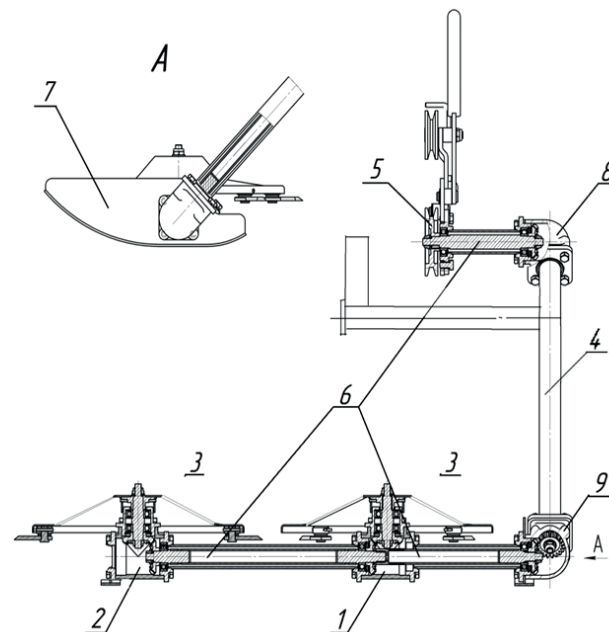
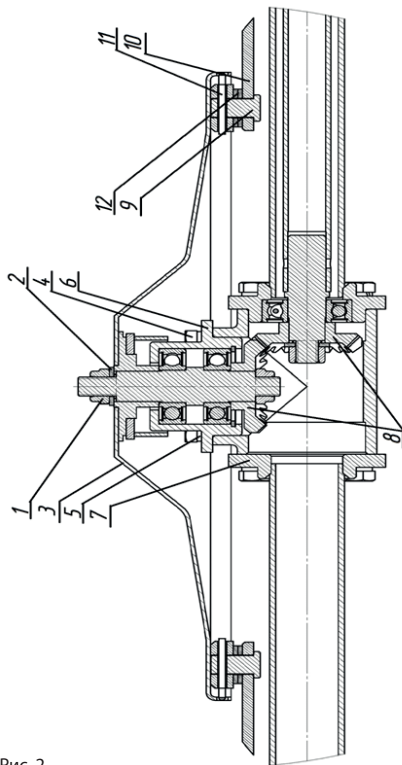

Рис. 1 Косилка роторная
Рис.2 Режущий диск и его привод
Косилка роторная навесная (в дальнейшем по тексту – косилка) представленная на Рис.1 является одним из навесных орудий к мотоблокам бренда «Патриот», предназначена для скашивания как обычной травы, так и грубостебельной травяной растительности, расположенной на малых участках, обочинах дорог, на склонах до 10 °С и пр. Внешний вид косилки может отличаться от представленного в данном руководстве так как в конструкцию постоянно вносятся изменения для улучшения её технических характеристик.
- Общий вид косилки представлен на Рис. 1. Конструкция режущих дисков и редуктора привода дисков представлены на Рис. 2.
- Передача крутящего момента от приводного шкива п.5 (Рис. 1) к режущим ножам установленных на диске, осуществляется с помощью шлицевых торсионных валов п.6 и редукторов п.1, п.2, п.8, п.9.
- После первых 30 мин. работы новой косилки необходимо остановить двигатель мотоблока и проверить крепление деталей п.1; п.2; п.10; п.11, п.12 и п.13 (Рис. 2), а также затяжку крепления деталей косилки. При необходимости подтянуть и закончить.
- Для заполнения редукторов привода первого и второго режущих дисков п.1 и п.2 (Рис. 1) необходимо расконтрить и отвернуть гайку п.1 (Рис. 2), снять шайбу п.2 и диск п.3, отвернуть четыре болта п.4, снять пружинные шайбы п.5 и корпус ведомой шестерни п.6.